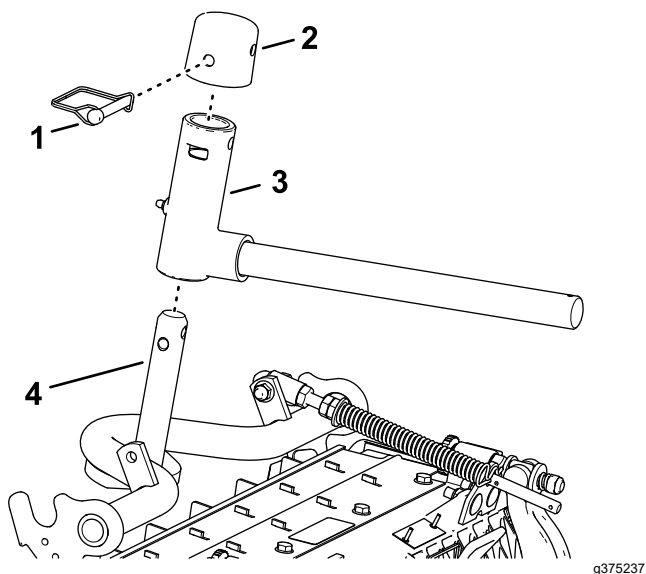

Figure 28
2. Montez le manchon du bras de levage sur l'arbre du bâti porteur (Figure 28).